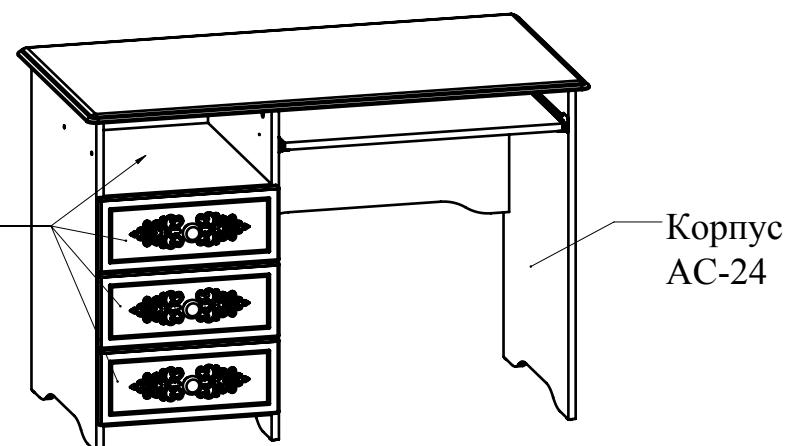

Рис.6
4. Вставьте ящики, заглушки конфирматов и минификс (Рис.6).